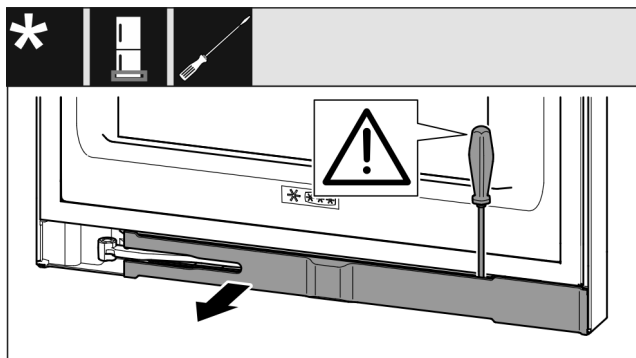

Fig. 13
- Nxirrni nga foleja panelin mbulues me një kaçavidë me kokë petë dhe shtyjeni anash. (shihni Fig. 13)